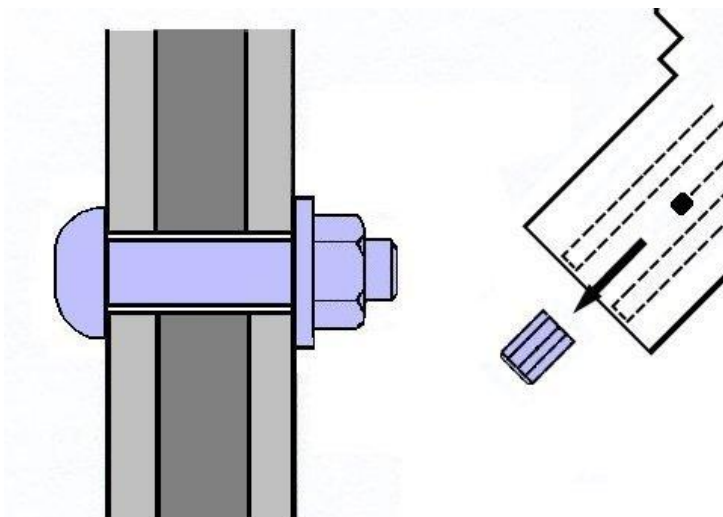

Fig 4.
4. Apagar la herramienta y quitar el vaso exterior de la tuerca. La punta estriada queda retenida en el vaso interior. La atornilladora tiene un segundo gatillo para eyectar la punta estriada de manera segura (Fig 4). Asegurarse de que el motor de la atornilladora esté en reposo antes de empezar de nuevo con el siguiente tornillo.